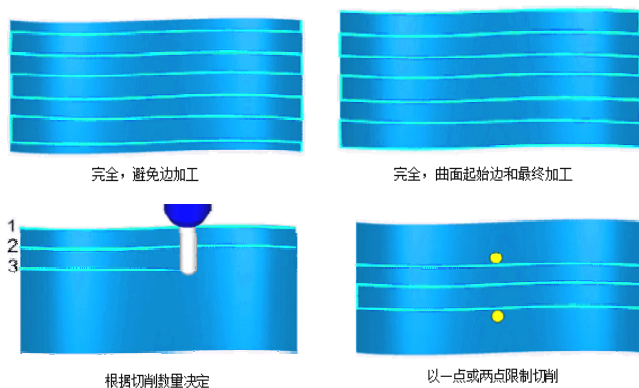

图 2-242 类型
- **【类型】**: 用于控制刀轨与曲面边界的关系,包括“完全,避免边加工”、“完全,曲面起始边和最终加工”、“根据切削数量决定”和“以一点或两点限制切削”,如图 2-242 所示。